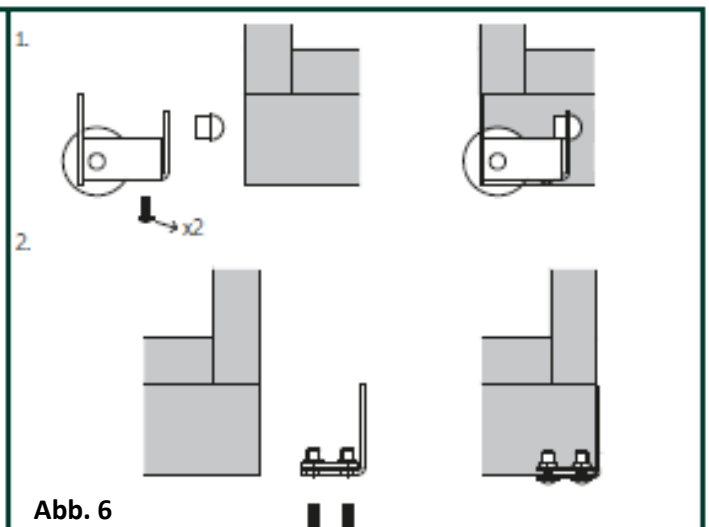

Abb. 6
2. Auffahrrolle und Stoßfänger - Stirnseite des Torflügels Abb. 6;
3. Abdeckung – Hinten am Torflügel Abb. 6.